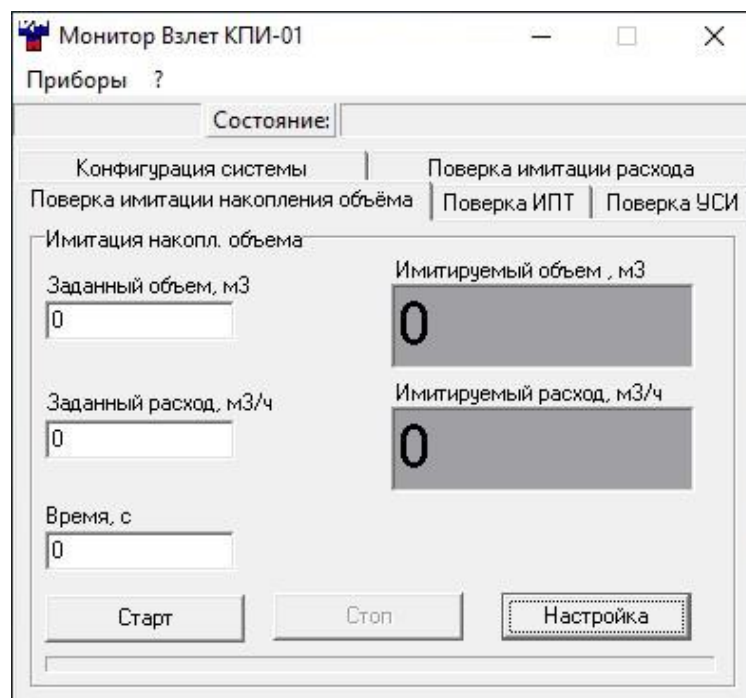

Рис.17. Вид вкладки «Поверка имитации накопления объема».
4.7.4.1.3. Для определения относительной погрешности набора объема выбирается вкладка **Поверка имитации накопления объема** (рис.17).